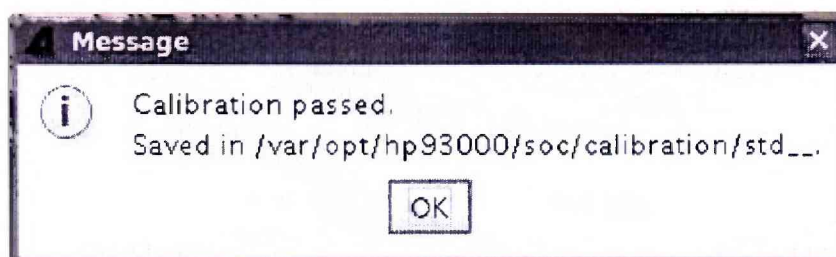

Рисунок 26 – Диалоговое окно
7.5.4.13 Если автокалибровка проведена успешно и параметры установки соответствуют спецификациям, установка выведет диалог с надписью «Calibration passed» (рисунок 26).